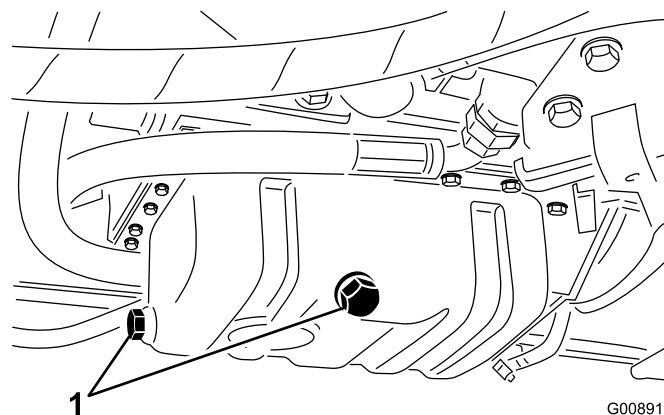

Figure 52
1. Retirez le bouchon de vidange (Figure 52) et laissez couler l'huile dans un bac de vidange.